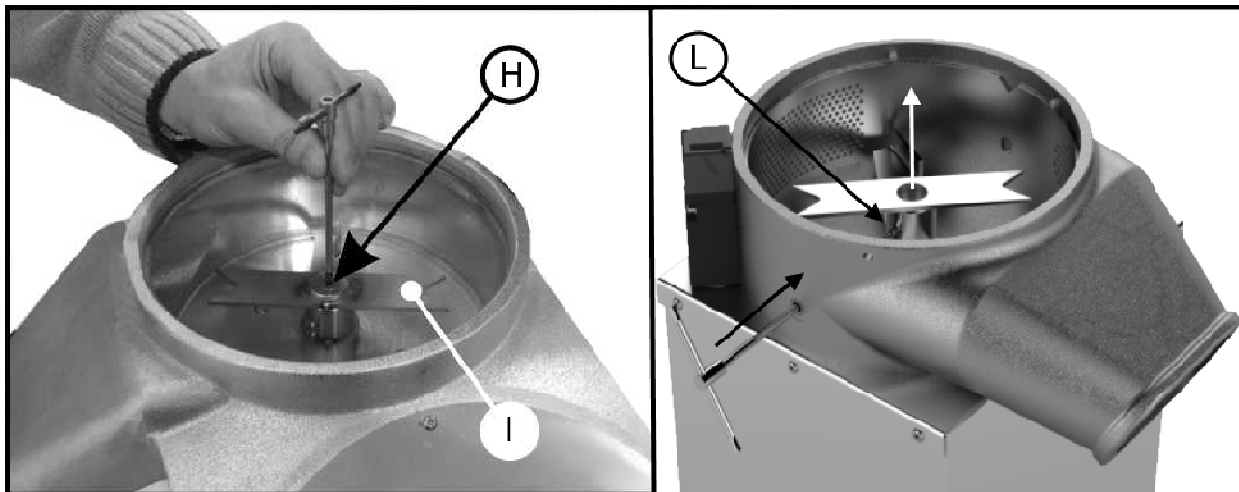

Рисунок 9
- Открутите и извлеките винт и соответствующую шайбу из. Н Рисунок 9
- Открутите установочный винт из. L Рисунок 9, вставив ключ-шестигранник в отверстие блокировки сита
- Затяните установочный винт из. L Рисунок 9
- Затяните винт и соответствующую шайбу из. H Рисунок 9